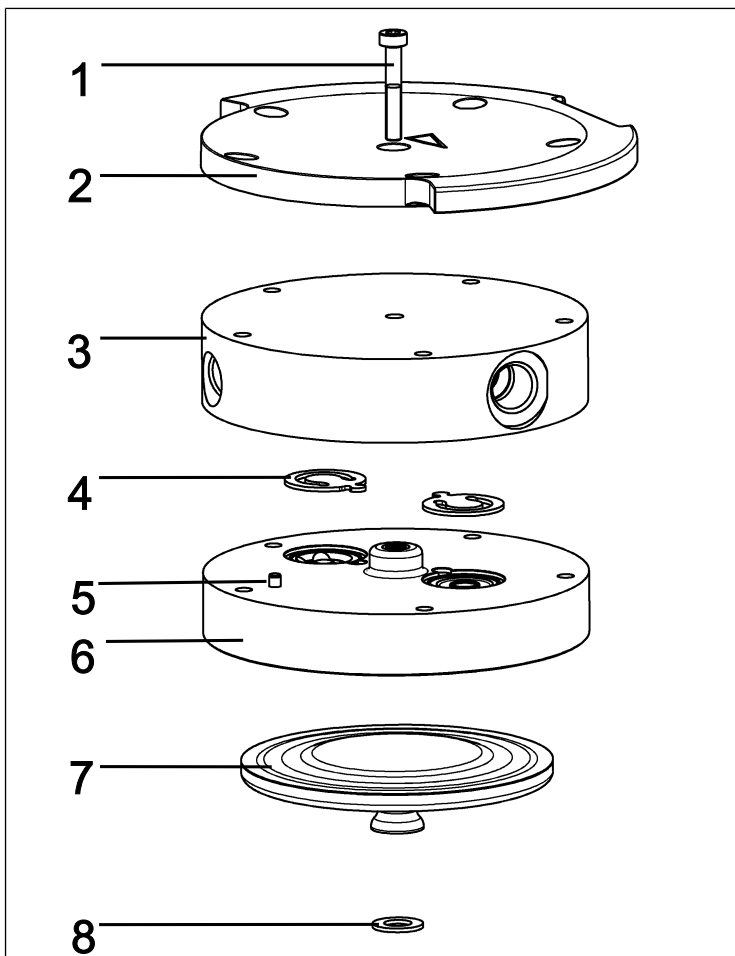

Fig.13: Tête de pompe (pompe représentée N820)
- i** Laissez tout d'abord les deux vis intérieures de la tête (1/ Fig. 13) bien serrées à ce stade.
i Les numéros de position se réfèrent aux Fig. 13, sauf indication contraire.